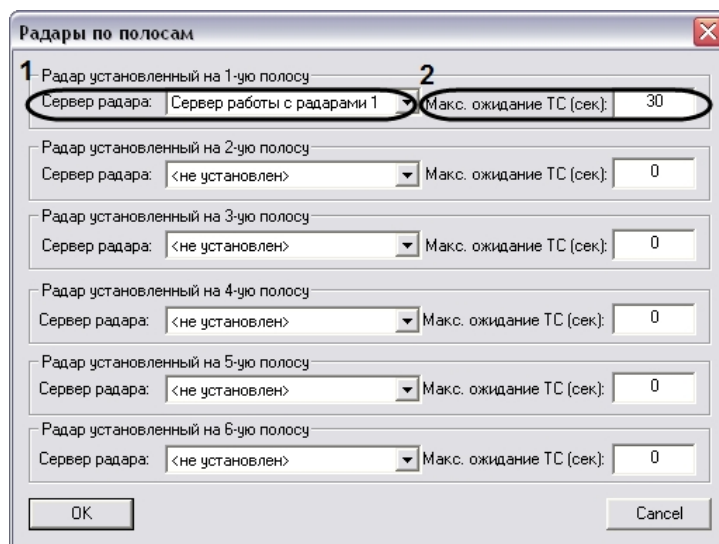

Рис. 76. Настройка совместной работы программного модуля «Детектор транспорта» с программным модулем «Радар»
4. После выполнения указанных действий откроется окно «Радары по полосам» (см. Рис. 76).